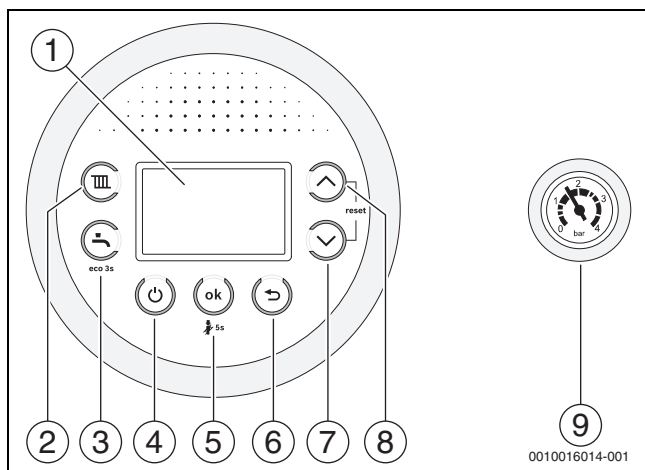

Рис. 1
- ▶ Выключите котел кнопкой  (→ рис. 1).